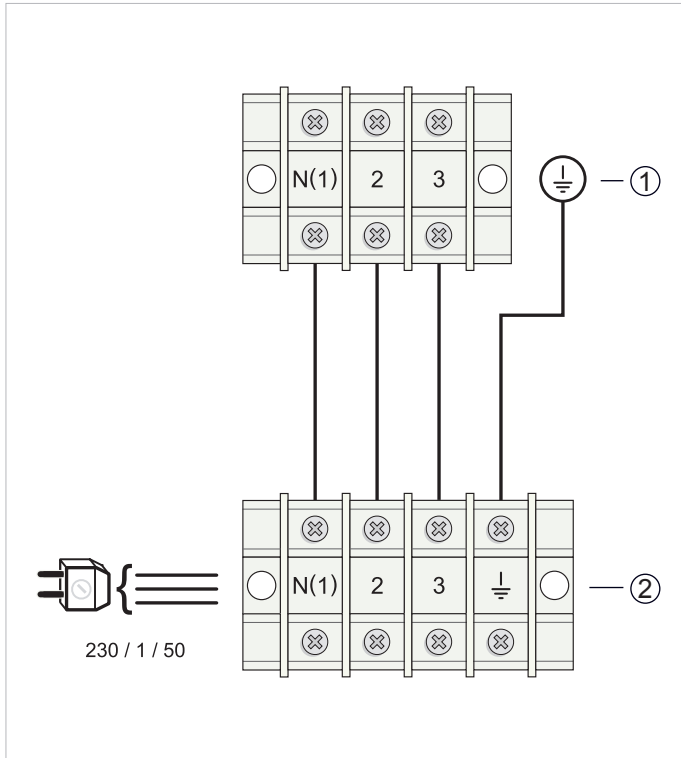

Fig. 11.4 Schéma électrique de branchement entre l'unité extérieure et l'unité intérieure (modèles SDH 18-025 NW et SDH 18-035 NW)
- Tirer la conduite électrique vers l'avant depuis la partie arrière de l'unité intérieure (à travers l'orifice prévu à cet effet). Brancher les câbles sur la barrette à bornes de l'unité intérieure en respectant le schéma de branchement correspondant (figures 11.4 et 11.5).